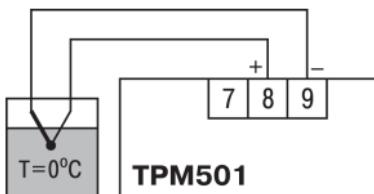

Рисунок 8.7 – Схема подключения
1. Выключить питание прибора. Отключить от входа сигнал потенциометра и подсоединить вместо него концы отградуированной термопары соответствующего типа. Поместить рабочий спай ТП в сосуд со смесью воды и льда (температура 0°C), см. рисунок 8.7.